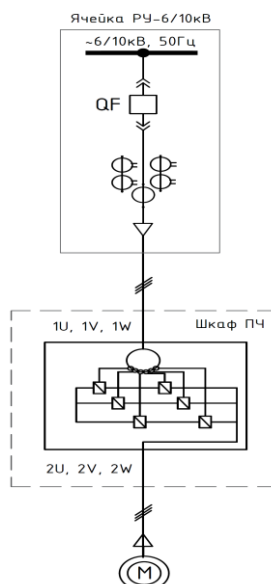

Рис. 3.1 - Электрическая однолинейная схема силовой цепи, где
Однолинейная схема подключения высоковольтных кабелей изображена на рис. 3.1. Преобразователь частоты к высоковольтной секции шин следует подключать через ячейку с высоковольтным выключателем (QF), оснащённую: